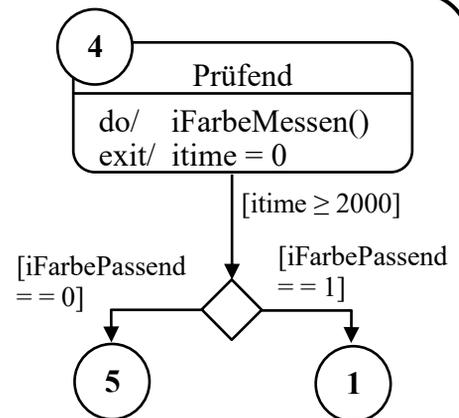

Bild 15.2: Zustände 4, 5, 1
b) Der Zustand 4: **Prüfend** soll im Folgenden implementiert werden (Bild 15.2).
Im Zustand **Prüfend** wird die Funktion **iFarbeMessen()** aufgerufen und ihr Rückgabewert in der bereits deklarierten Variablen **iFarbePassend** gespeichert. Für ein präzises Messergebnis kann der Wert der Variablen **iFarbePassend** erst nach 2000 ms ausgewertet werden. Nach Ablauf der Zeit wird gemäß Bild 15.2 bei passender Farbe in Zustand 1: **Wartend** und bei falscher Farbe in Zustand 5: **Personal Anfordernd** gewechselt.
Implementieren Sie den Zustand **Prüfend** der Anlage gemäß obiger Beschreibung und Bild 15.2 in der Programmiersprache C. Verwenden Sie zudem die Variablennamen aus Tabelle 15.1.